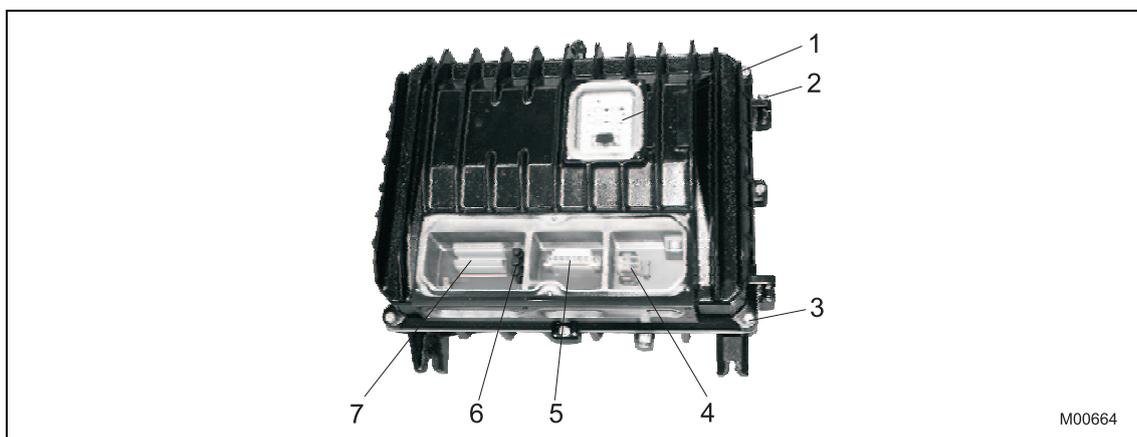

Fig. 9: Zone de raccordement
2. Dévisser les vis du boîtier (Fig. 9).
6. Dévisser la vis à charnière (Fig. 9).
3. Refermer le boîtier et visser les vis du couvercle (Fig. 9).